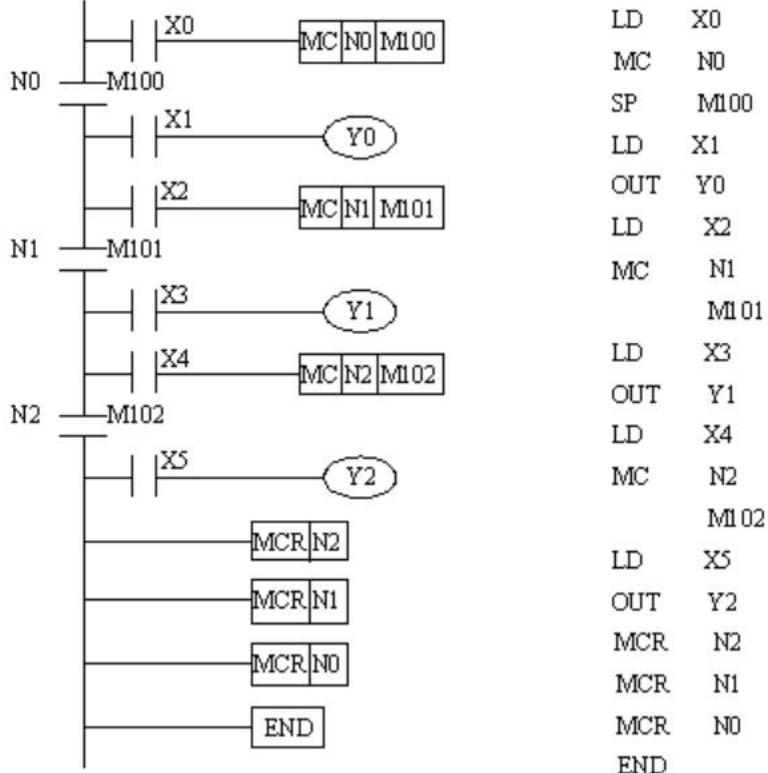

图 10 主控指令编程实例
主控指令编程梯形图实例如图 10 所示。
- (1) 按图 10 输入程序。
(2) 检查程序，使其正确。
(3) 执行程序，依次分别使 X0、X1、X2、X3、X4 及 X5 为 ON，输出应依次为 Y0、Y1 及 Y2 为 ON。